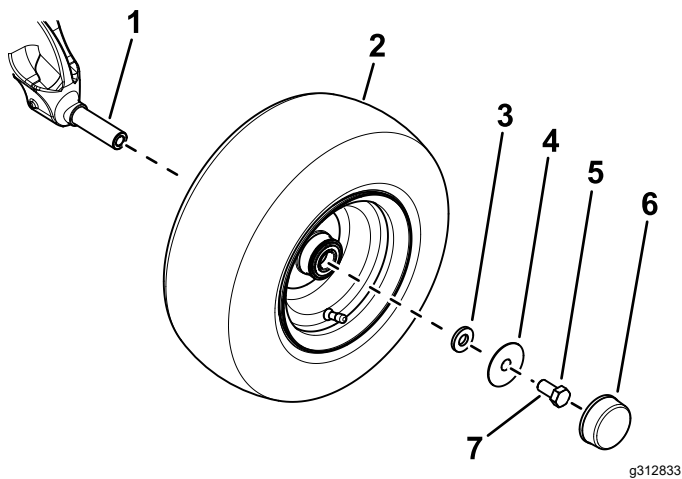

図 3
3. アクスルスピンドルの雌ネジにネジロック剤を塗布します (図 3)。
4. 小ワッシャ、大ワッシャ、ボルト5/8" x 1 1/4"を使用してアクスルスピンドルにホイールを固定する(図 3)。
6. ホイールにダストキャップを取り付ける(図 3)。